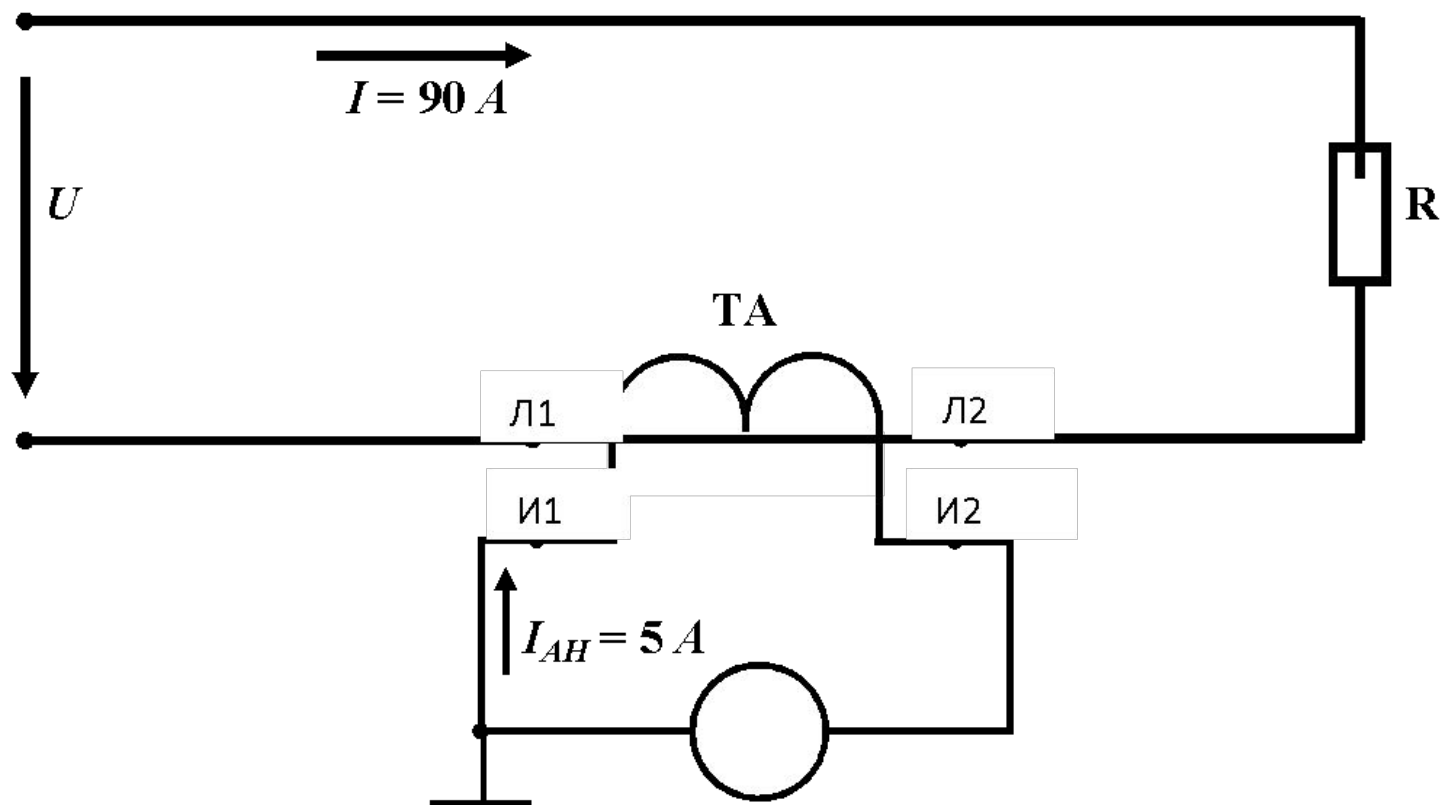

Рис. 5. Схема измерения тока I с помощью амперметра A через трансформатор тока $ТA$.
- Расширение пределов измерения приборов может также осуществляться путем использования трансформатора тока ТА (рис. 5) и трансформатора напряжения ТН (рис. 7), которые преобразуют большие токи и напряжения соответственно в токи и напряжения стандартной величины (5 А и 100 В).
- Решение: чтобы амперметром A , имеющим предел измерения 5 A , измерить переменный ток $I = 90 \text{ A}$, необходимо подключить его к обмотке трансформатора тока ТА с коэффициентом трансформации $K = 100/5 = 20$. (Рис. 5)